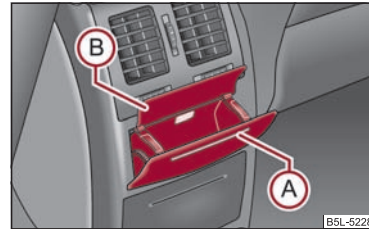

Fig. 84 Consola centrală superioară: Scumiera spate
- Apăsați pe partea superioară a capacului scumierei în zona (A) ⇒ fig. 84.